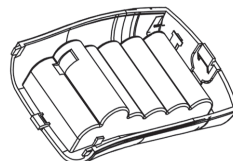

Abbildung 3
2. Setzen Sie die Akkus ein. Siehe Abbildung 3.